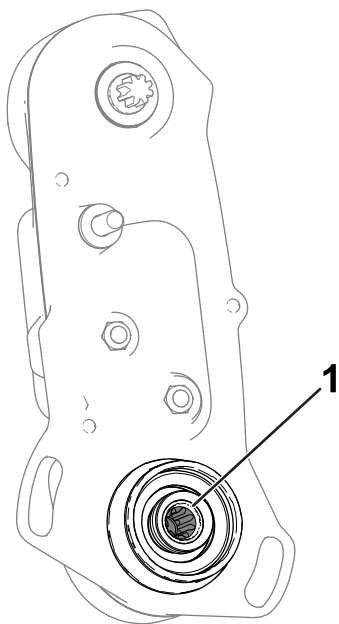

图 6
3. 检查滚刀驱动轴的图 6 内侧是否有任何剩余润滑脂。如果没有看到足够的润滑脂请向阳花键和阴花键轴添加更多润滑脂。